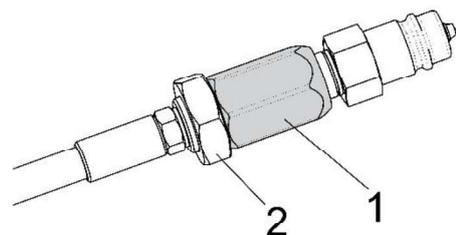

Bild 11: Einstellung der Geschwindigkeit der Verschiebung
5.3.2 Einstellung der Verschiebungsgeschwindigkeit (Bild 11)